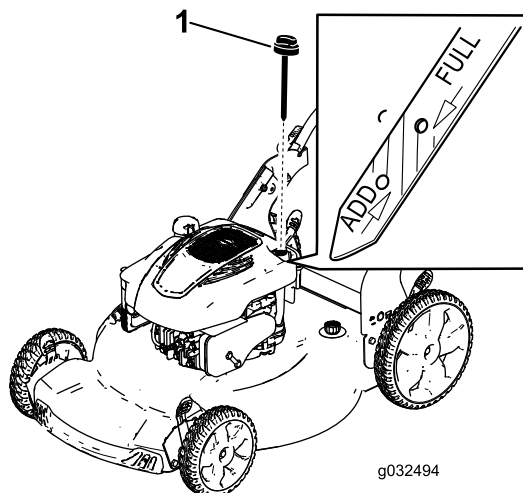

Figure 23
3. Retirez la jauge (Figure 23).
10. Vérifiez le niveau d'huile indiqué par la jauge (Figure 23).